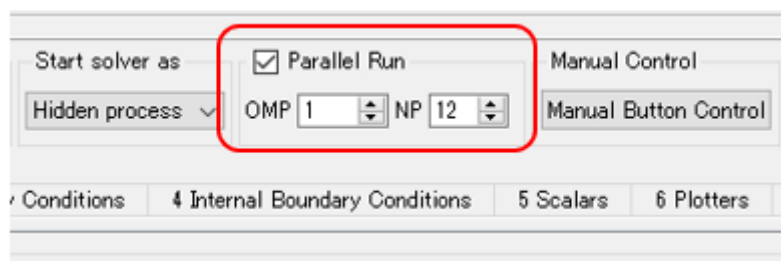

図 10. Flow Module における並列数設定画面
- MPI と Open MPI による並列計算 (図10)